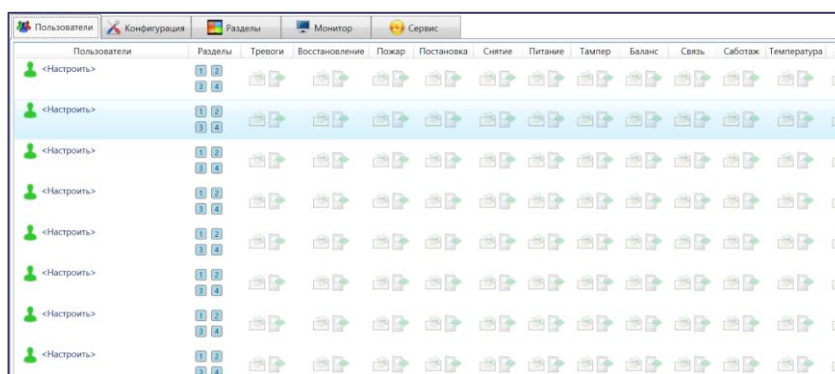
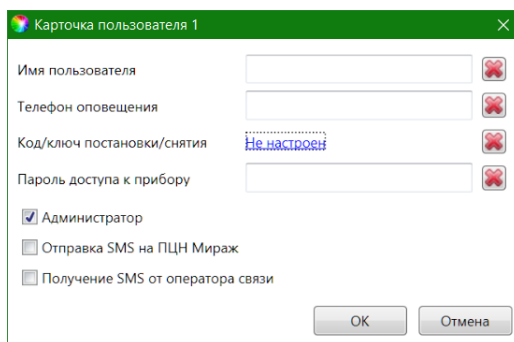

Рис. 5.3. Вкладка *Пользователи*
Рис. 5.4. Карточка пользователя
1. В программе *Конфигуратор Приват* перейдите на вкладку *Пользователи* и щелкните левой кнопкой мыши по строке пользователя, для которого необходимо зарегистрировать ключ (рис. 5.3). В результате откроется карточка пользователя (рис. 5.4).
2. В карточке пользователя щелкните левой кнопкой мыши по надписи в поле *Код/ключ постановки/снятия* (по умолчанию надпись *Не настроен*) (рис. 5.4).